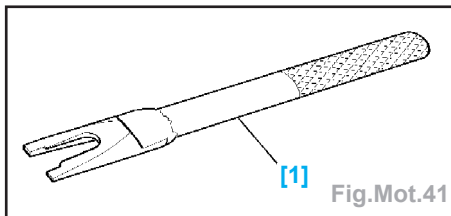

Fig.Mot.41
- Outil nécessaire (Fig.Mot.41) :